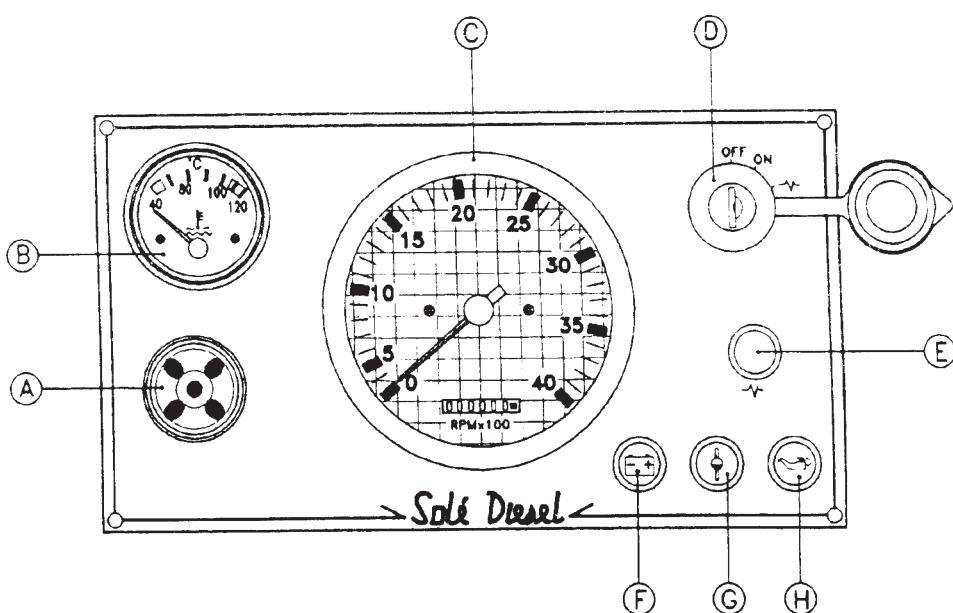

Рис. 10
2. Поверните пусковой ключ в положение “ON”. Загораются контрольные лампы: “проверить давление масла” (H) и “заряд аккумуляторных батарей” (F) и раздается контрольный сигнал зуммера (см. рис 10).
Поверните пусковой ключ в положение -^A- (прогрев) и дождитесь загорания зеленого сигнала (E) (см. рис. 10). Время горения зеленої контрольной лампы прогрева является индикатором требуемого времени для предварительного прогрева свечей. Если индикатор не загорается, необходимо произвести проверку в ремонтной мастерской.
2. Поверните ключ зажигания (D) в положение “OFF” (см. рис. 10). Если оставить ключ в положении “ON”, аккумуляторная батарея разрядится. Во избежание этого, выньте ключ сразу же после полной остановки двигателя. Если двигателем не будут пользоваться в течение длительного времени, рекомендуется закрыть вентили подачи топлива и забортной воды и отключить аккумулятор.